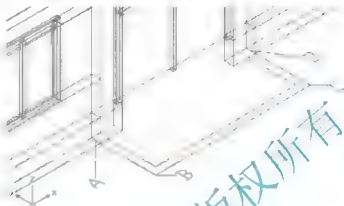

图 6.38 打开【阳台 1】图层
将【阳台】图层打开并创建新图层【阳台 1】，同时将【阳台 1】图层设为当前层，如图 6.38 所示。注意，当前坐标系为世界坐标系。
- (1) 执行【ELEV】命令，设置默认标高为“0”，设置默认厚度为“300”。
- (2) 启动【多段线】命令（快捷键 PL）。
- (3) 在指定起点：提示下，捕捉如图 6.38 所示的 A 点作为多段线的起点。
- (4) 在指定下一个点或 [圆弧(A)/半宽(H)/长度(L)/放弃(U)/宽度(W)]：提示下，输入“W”后按 Enter 键。
- (5) 在指定起始宽度 0.0000：提示下，输入“200”。
- (6) 在指定端点宽度 200.0000：提示下，按 Enter 键执行尖括号内的值“200.0000”。
- (7) 在指定下一点或 [圆弧(A)/闭合(C)/半宽(H)/长度(L)/放弃(U)/宽度(W)]：提示下，依次捕捉如图 6.38 所示的 B、C 和 D 点。